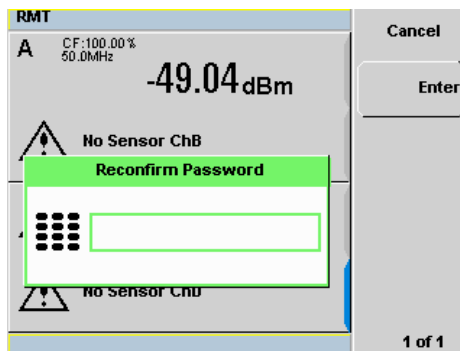

Abbildung 2-49 „Reconfirm Password“ (Kennwort bestätigen)
- 6 Das Popup-Fenster „Reconfirm Password“ (Kennwort bestätigen) wird angezeigt (siehe Abbildung 2-49). Sie werden aufgefordert, das Kennwort zur Bestätigung erneut einzugeben.